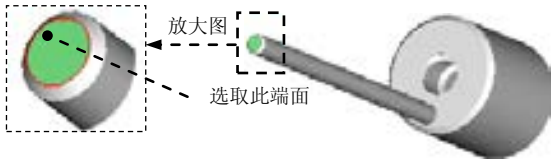
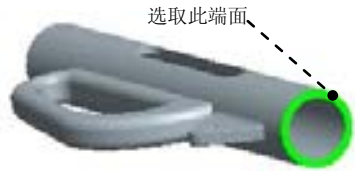

图 12.5.42 选取止动杆零件的端面
图 12.5.43 选取主体机体盖的端面
(1) 在连接件和组件上选取零参照。选取止动杆 (Stop_Rod) 零件中的图 12.5.42 所示的端面，以及机体 (Body) 零件中的图 12.5.43 所示的端面，则选取的参照自动显示在“运动轴”对话框中。
(2) 指定再生值。在对话框中选中 **启用再生值**，采用默认的再生值 5.0。
(3) 定义运动轴极限。在对话框中选中 **最小限制**，并在其后的文本框中输入值 5.0；选